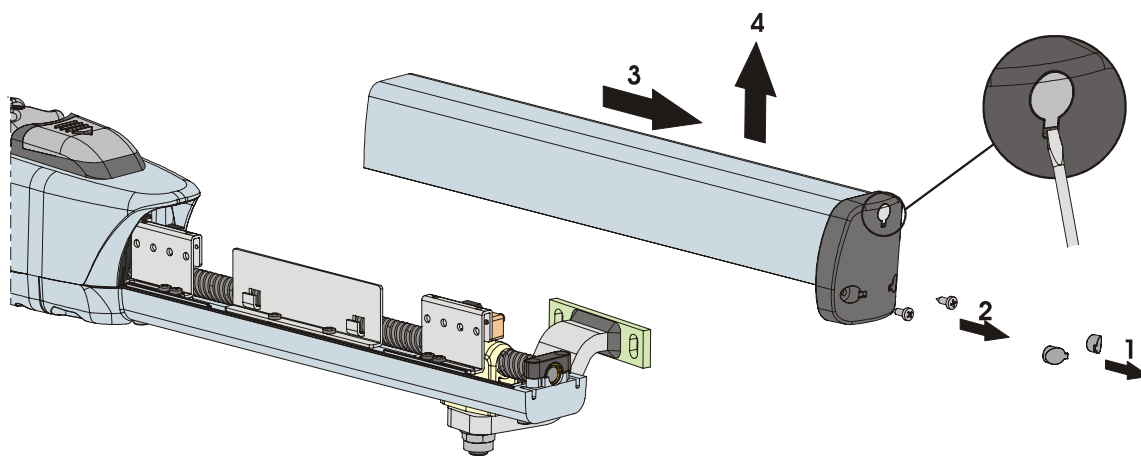

Fig. 23
- 1) Enlever les deux bouchons qui recouvrent les vis de fixation inférieures, Fig.23 réf.1. Pour faciliter cette opération, on a prévu un défonceur qui permet d'introduire un tournevis
- 2) Dévisser les deux vis inférieures du bouchon frontal et extraire le carter de protection, Fig.23.